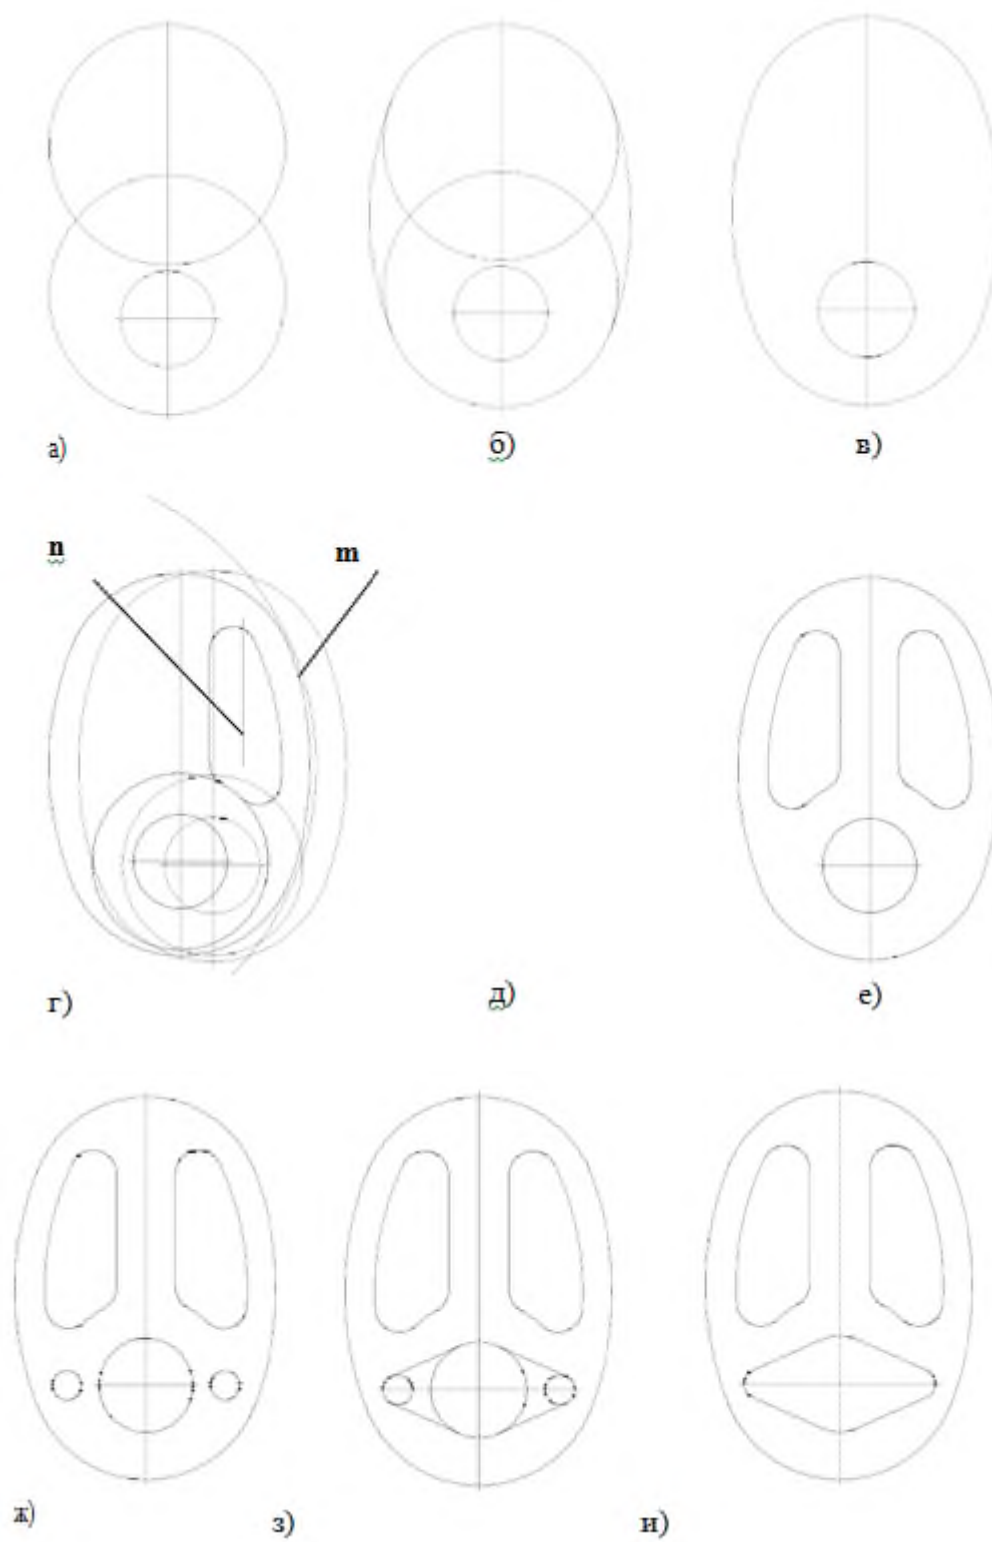

Рис. 2.12. Последовательность выполнения лабораторной работы.
2. Изобразить осевые линии (рис.2.12а).
- б) щелкнуть по пиктограмме **Отрезок**, задать стиль линии **Осевая**, а затем изобразить осевые линии (рис. 2.12а). При формировании изображений осевых линий использовать расширенную команду  – **Параллельный отрезок** – .
3. Изобразить заданные окружности (рис. 2.12а). Для точного указания точек использовать объектную привязку **Пересечение**. Для этого щелкнуть на кнопке  – **Установка глобальных привязок** и в открывшемся окне установить опцию **Пересечение**.
4. Построить окружности, касательные к заданным окружностям (рис. 2.12б). Для этого использовать команду  – **Касательная окружность к двум кривым**.
5. Удалить ненужные части окружностей. Использовать команду  – **Усечь кривую** панели **Редактирования** (рис. 2.12 в).
6. Построить дугу окружности **m** на заданном удалении от внешнего контура и прямую **n**, параллельную вертикальной оси симметрии (рис. 2.12 г). Использовать команду  – **Эквидистанта кривой** панели **Геометрия**.
7. Построить сопряжения между прямой **n** и дугой окружности **m**. Для построения сопряжений использовать команду  – **Скругление** (рис. 2.12 д, ж).
8. Построить окружности и касательные к ним. Для построения касательных использовать опцию  – **Отрезок, касательный к двум кривым** (рис. 2.12з, и).
9. Удалить ненужные части окружности с использованием команды  – **Усечь кривую** (рис. 2.12к).
10. Установить точность размерных надписей – число знаков после запятой 0 (рис. 2.12) (см. п 2.1.2). Выполнить изображения размеров.